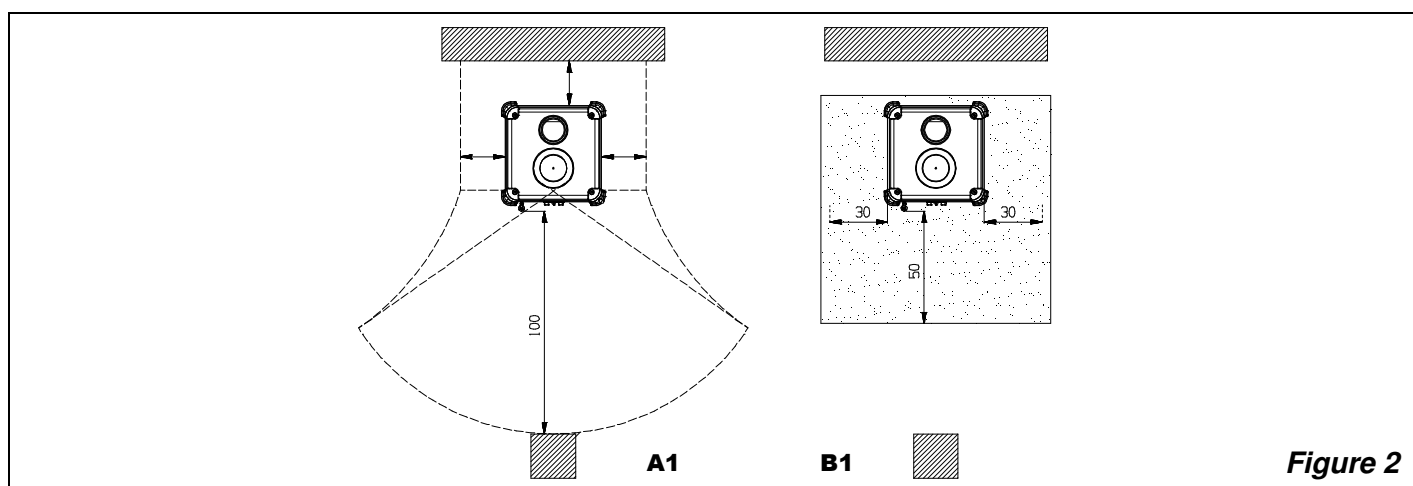

Figure 2
- a) pour assurer une isolation thermique suffisante, respecter la distance minimale de sécurité entre le poêle et les éléments de construction et objets inflammables et sensibles à la chaleur (meubles, revêtements en bois, tissus, etc.) (voir Figure 2 **A**). **Toutes les distances minimales de sécurité sont indiquées dans l'étiquette du produit et on ne doit PAS descendre au-dessous des valeurs indiquées.**
- c) si le produit est installé sur un sol de matériau inflammable, prévoir une base ignifuge. **Les sols composés par matériaux inflammables**, comme moquette, parquet ou liège etc., **doivent être remplacés** par une couche de matériel pas inflammable, par exemple céramique, pierre, vitre ou acier etc.. (dimensions selon les dispositions régionales). Le fond de sol doit dépasser d'au moins **20 cm**. à l'arrière, de **30 cm**. sur les côtés, et de **50 cm**. de face, au-delà de l'ouverture de la porte de chargement (voir Figure 2 **B**).